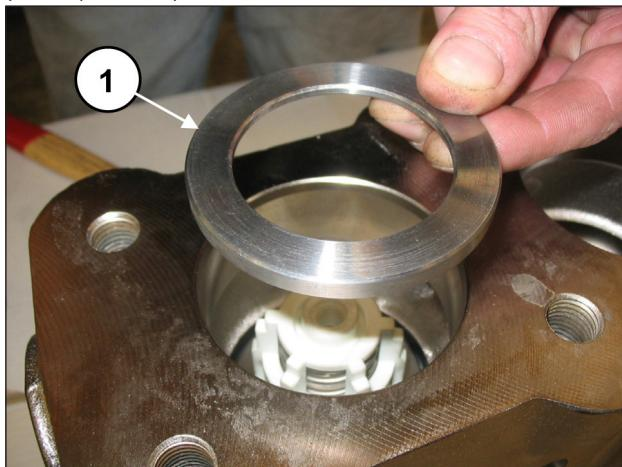
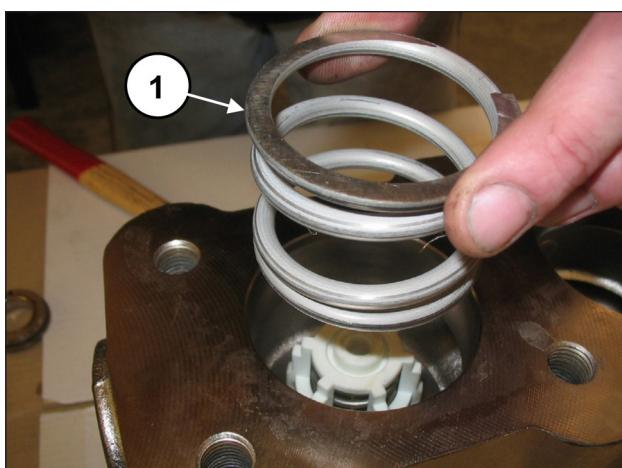

Рис. 125
Рис. 126
Вставьте кольцо седла клапана (поз. ①, Рис. 125) и пружину (поз. ①, Рис. 126).